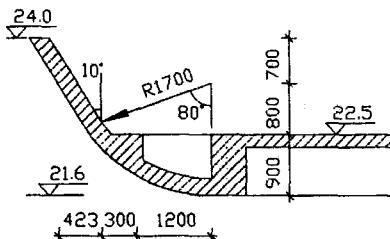

图1
2.1 反弧挑檐位于屋面结构标高22.5m处,曲面半径R=1.7m,外挑1.923m。B、C、D段反弧挑檐共190m长,其剖面结构见图1: